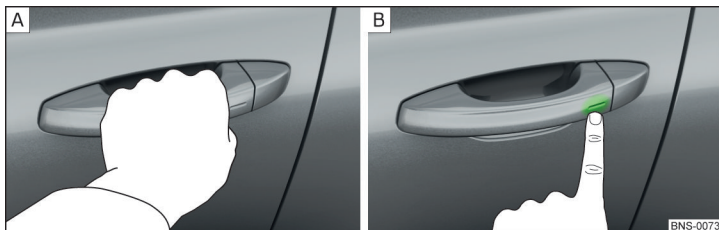

Fig. 53 Déverrouiller le véhicule / verrouiller le véhicule
- Tenez la poignée pour **déverrouiller** » fig. 53 -  le véhicule.
- Effleurez avec le doigt le capteur dans la poignée pour **verrouiller** » fig. 53 -  le véhicule.
- Toucher le capteur sur la poignée avec le doigt dans les 5 sec » fig. 53 à la page 64 - . Les clignotants clignotent une fois pour confirmer la désactivation.